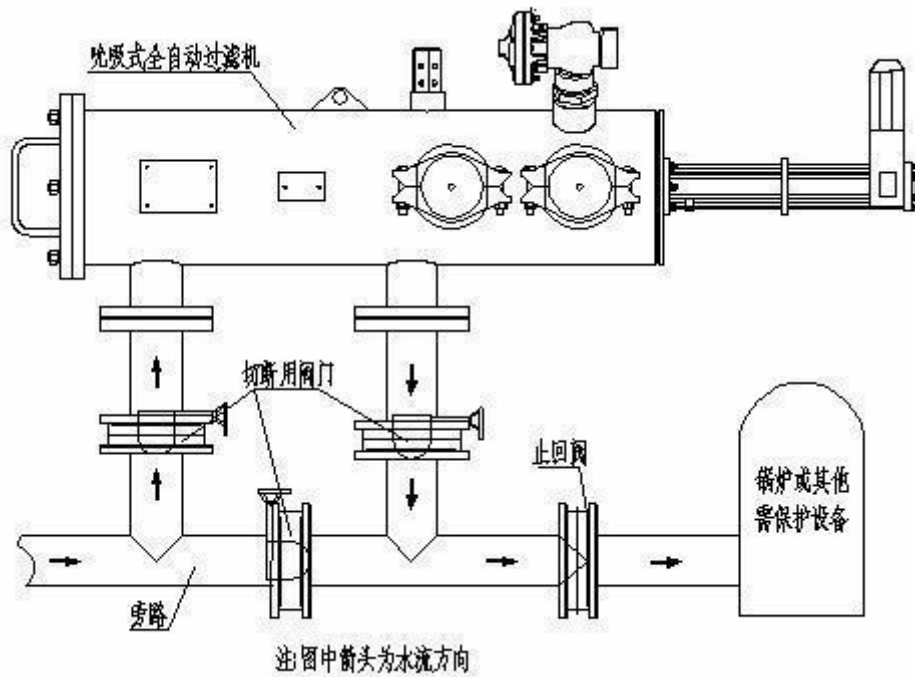

图 4
- 2) 过滤器有三种安装方式，见图4~6，但应注意水流方向不可弄错，安装时应尽量使水力控制阀处于水平位置或向下的位置，以保证排污彻底。